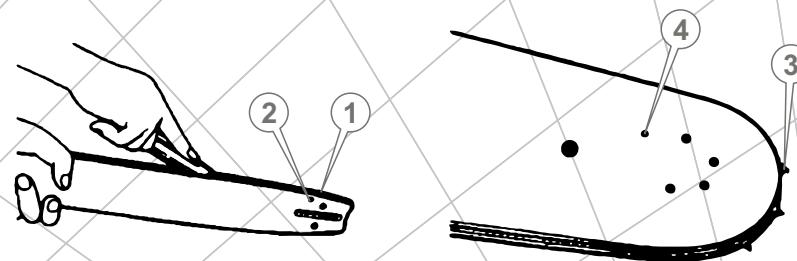

Рис. 28
- Удалите опилки и грязь из желоба шины, масляных отверстий и ведомой звездочки (см. рис. 28).